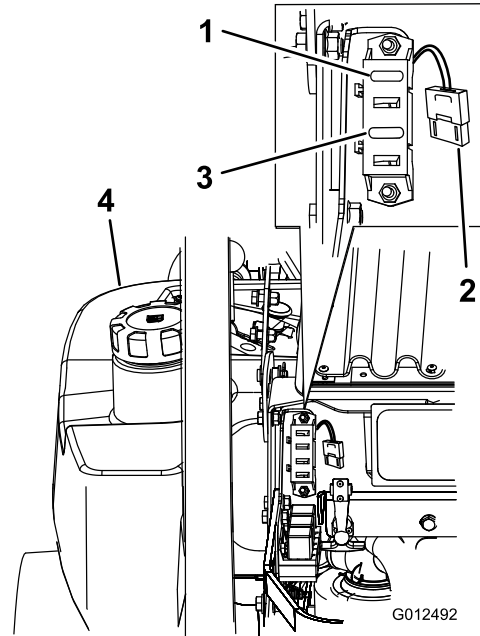

Bild 71
1. Entriegeln Sie die Motorhaube und heben Sie sie an, um die Sicherungsfassung zugänglich zu machen (Bild 71).
3. Setzen Sie eine neue Sicherung ein (Bild 71).